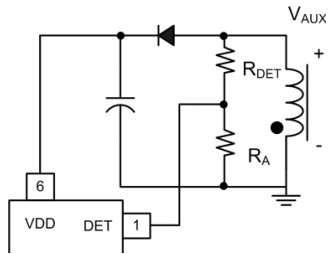

图 16. 波谷检测部分
DET 引脚通过分压器电阻连接到变压器次级绕组，一旦次级工作电流释放到零，就会产生一波谷信号。通过检测切换波形的波谷电压，实现谷底电压开启，这样确保了准谐振 (QR) 工作条件，由此降低开关损耗，且减小 EMI。图 16 显示了分压电阻 R_{DET} 和 R_A 。当 V_{AUX} (单位是图 16) 为负时，DET 引脚电压箝位在 0.3 V。